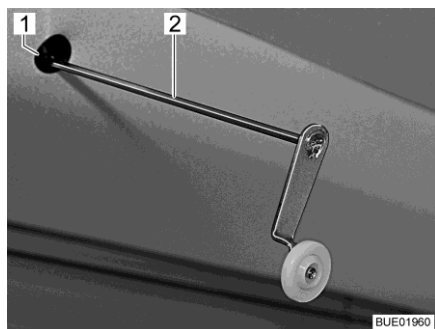

Fig. 136 Manovella per esercizio di emergenza
- Inserire nell'alloggiamento (Fig. 136,1) del motore la manovella (Fig. 136,2) a disposizione o una chiave esagonale. L'alloggiamento si trova nell'incavo del diaframma in alto a sinistra sul letto basculante.